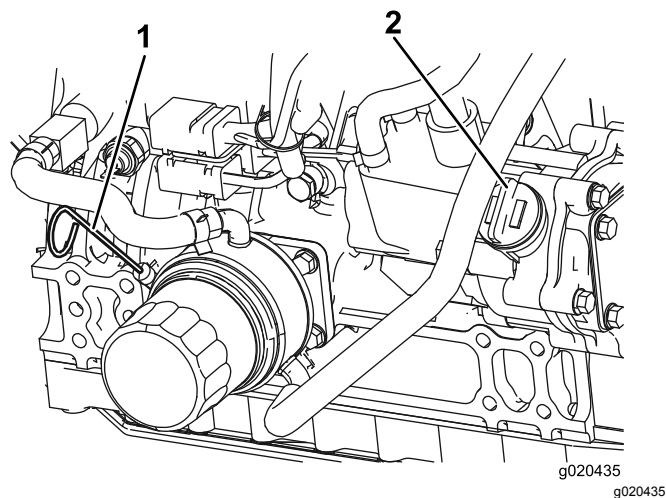

Figura 53
Nota: O nível de óleo deve encontrar-se na zona de segurança (Figura 53).
4. Se o nível de óleo se encontrar abaixo da zona de segurança, deverá retirar a tampa de enchimento (Figura 53) e adicionar óleo até que o nível atinja a marca Full (cheio). **Não encha demasiado.**